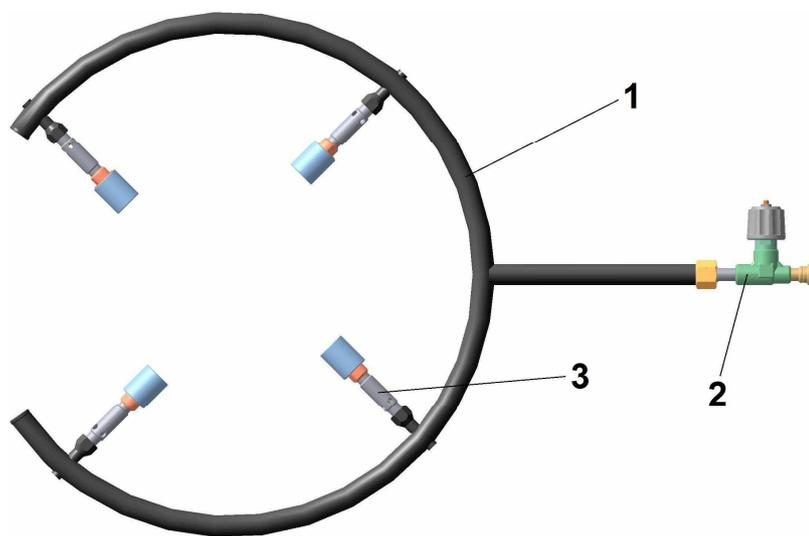

Рис.1 Горелка модель ГВ ДЖЕТ 497 00 00 00
1.3 Пример условного обозначения горелки при заказе см. табл. 1 и рис.1: